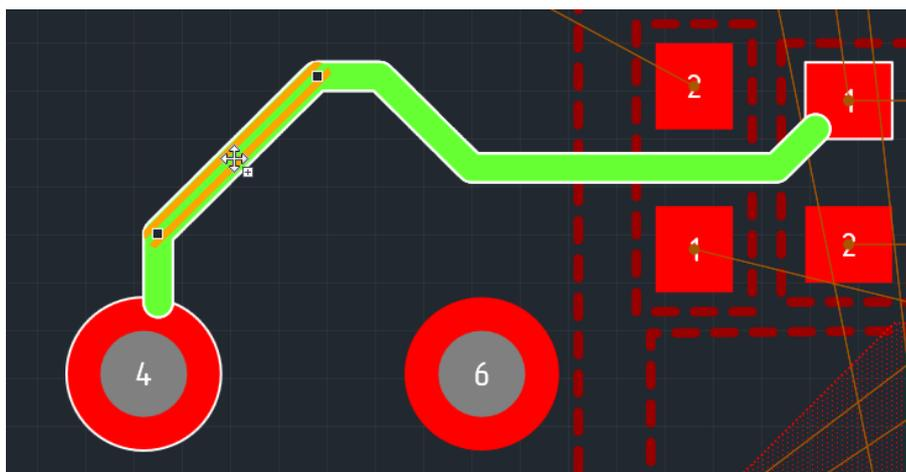

Рис. 61. Выбор сегмента трека
2. Нажать левую кнопку мыши, при этом будет выбран тот сегмент трека, на который наведен курсор, см. Рис. 61